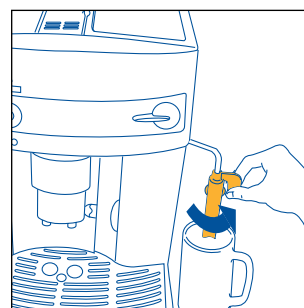
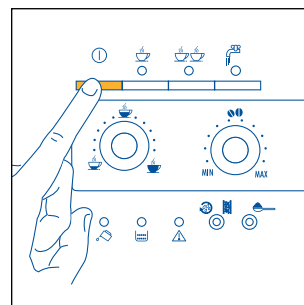
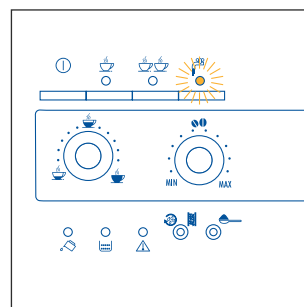

Fig. 3
Fig. 4
Fig.22
2. Spostare il cappuccinatore verso l'esterno, posizionarvi sotto una tazza (fig.3) e accendere la macchina premendo il tasto ① (fig. 4).
- Ruotare il cappuccinatore verso l'esterno della macchina (fig. 3).
- Posizionare un contenitore sotto il cappuccinatore (fig. 3).
- Posizionare un contenitore vuoto sotto il cappuccinatore (fig. 3). Ruotare la manopola vapore di mezzo giro in senso antiorario fino a fine corsa (la spia  si accende in modo lampeggiante, fig. 22). Far defluire per qualche secondo l'acqua mista a vapore finchè esce solo il vapore.